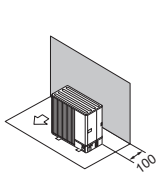

Fig. 2-6
- (1) Obstrucción o superficie cerrada solo en la parte posterior (Fig. 2-6)